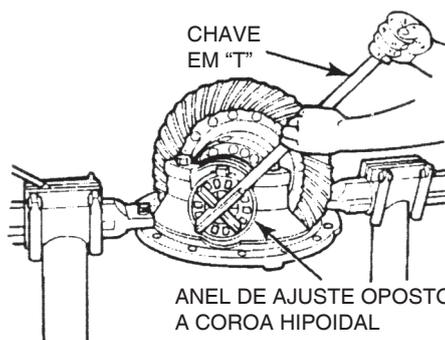

Figura 5.36
2. Use uma chave em forma de T para soltar o anel de ajuste oposto à coroa hipoidal. Uma pequena folga será mostrada no relógio comparador. Figura 5.36.
3. Use uma ferramenta em forma de T para apertar cada um dos anéis de ajuste um castelo. Figura 5.36.